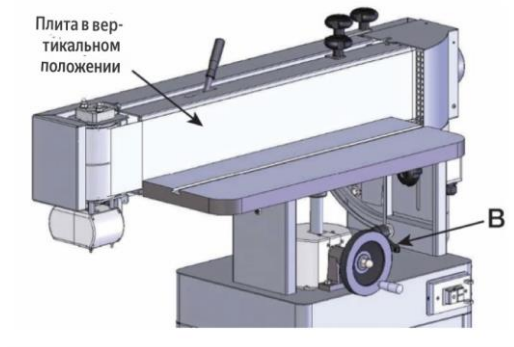

Рис. 9
3. Затяните фиксирующую ручку (В, рис. 9) зафиксировать валик в сборе на месте.